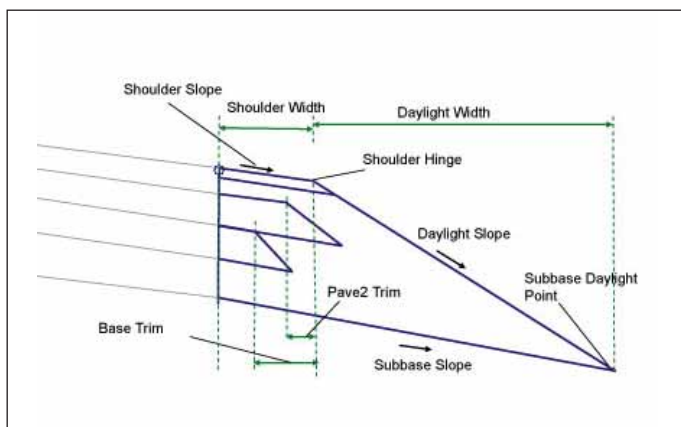

Рис. 29
- *ShoulderWithSubbaseInterlaced* — узел используется для вставки обочины со всеми слоями, включая основание, расширенной до точки выхода на существующую поверхность (рис. 29);